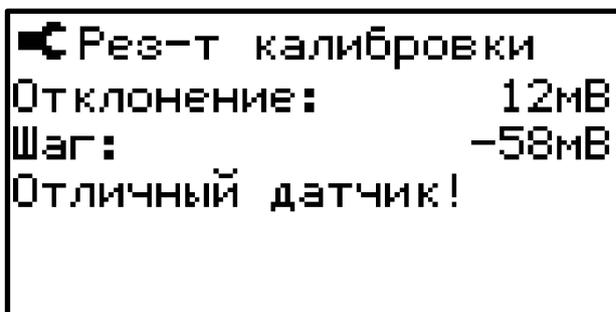

Рисунок 5.4. Процесс калибровки датчика (5/5).
6. По окончании таймера калибровка датчика завершится экраном результатом калибровки (Рисунок 5.4).